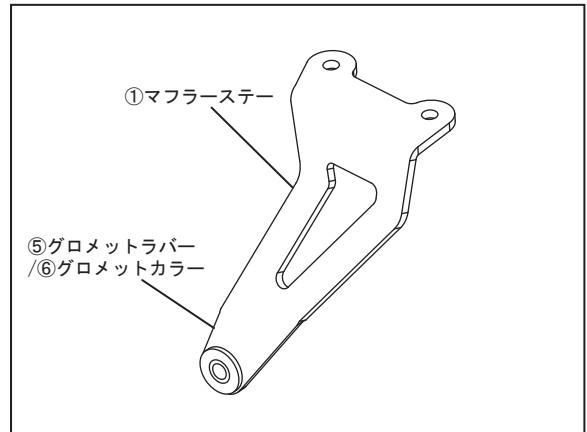

FIG. 1
3. ①マフラーステーに⑤グロメットラバー、⑥グロメットカラーを取り付けて下さい。（FIG. 1 参照）